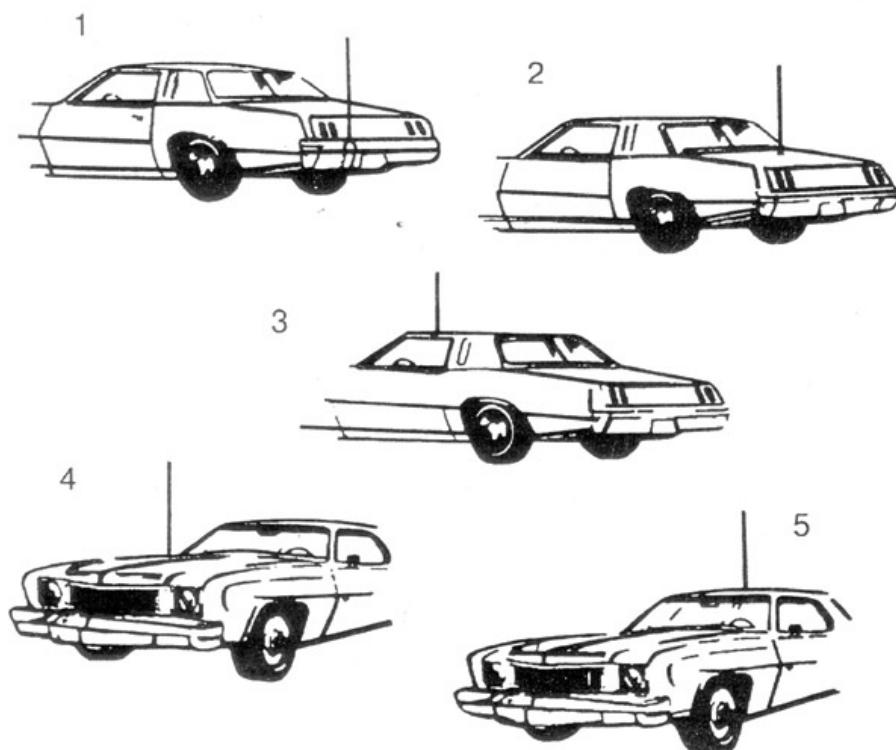

Рис. 3. Типичные места установки автомобильных антенн.
В общем случае имеются два типа антенн для мобильных Си-Би радиостанций - полноразмерный штырь длиной 1/4 волны (2,75 м) и укороченная согласованная штыревая антenna (от 0,5 до 1,9 м). Из-за большой длины полноразмерных антенн на автомобилях применяются, в основном, укороченные антенны длиной не менее 1,2 м, в различных конструктивных исполнениях с креплением через отверстие в крыше, на кронштейне за отбортовку водостока или на магнитном основании (см. рис. 3).
На рис. 3 показаны пять типичных мест установки автомобильной антенны: (1) задний бампер, (2) задняя крышка багажника, (3) отбортовка для стока воды, (4) капот, (5) крыша.